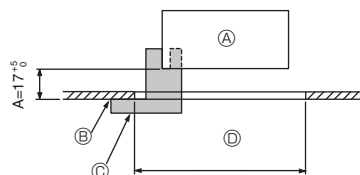
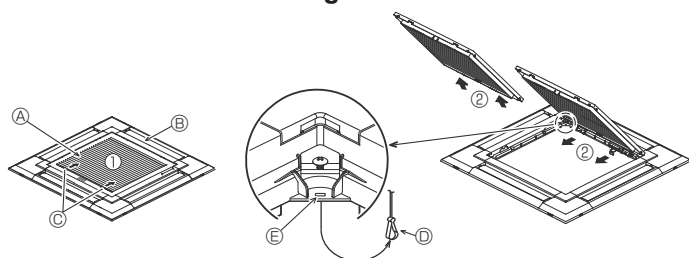
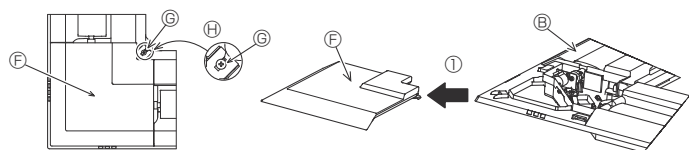

Fig. 9-2
Fig. 9-3
Fig. 9-4
①	Grille	1	950 × 950 (mm)
②	Modello per l'installazione	1	(Diviso in 4 parti)
③	Telecomando senza fili	1	per PLP-6EALM
④	Supporto del telecomando	1	Incluso se è in dotazione il telecomando wireless.
⑤	Batterie AA LR6	2	Incluso se è in dotazione il telecomando wireless.
⑥	Viti autofilettanti da 3,5 × 16	2	Incluso se è in dotazione il telecomando wireless.
9.2. Preparazione dell'attacco della griglia (Fig. 9-2)
- Utilizzando il modello ② fornito con questo kit, regolare e controllare la posizione dell'unità principale rispetto alla superficie del soffitto. Se l'unità principale non è posizionata correttamente rispetto alla superficie del soffitto, potrebbero derivarne perdite d'aria o la formazione di condensa.
- Ⓒ Modello per l'installazione ② (inserito nell'unità principale)
9.2.1. Rimozione della griglia di ingresso (Fig. 9-3)
- Far scorrere le leve nella direzione indicata dalla freccia ① per aprire la griglia di ingresso stessa.
- Con la griglia di ingresso in posizione "aperta", rimuovere la cerniera della griglia stessa, come indicato dalla freccia ②.
9.2.2. Rimozione del pannello angolare (Fig. 9-4)
- Allentare le 4 viti nell'angolo. Far scorrere il pannello angolare nella direzione della freccia ① in figura e rimuovere il pannello.
[Fig. 9-3] [Fig. 9-4]